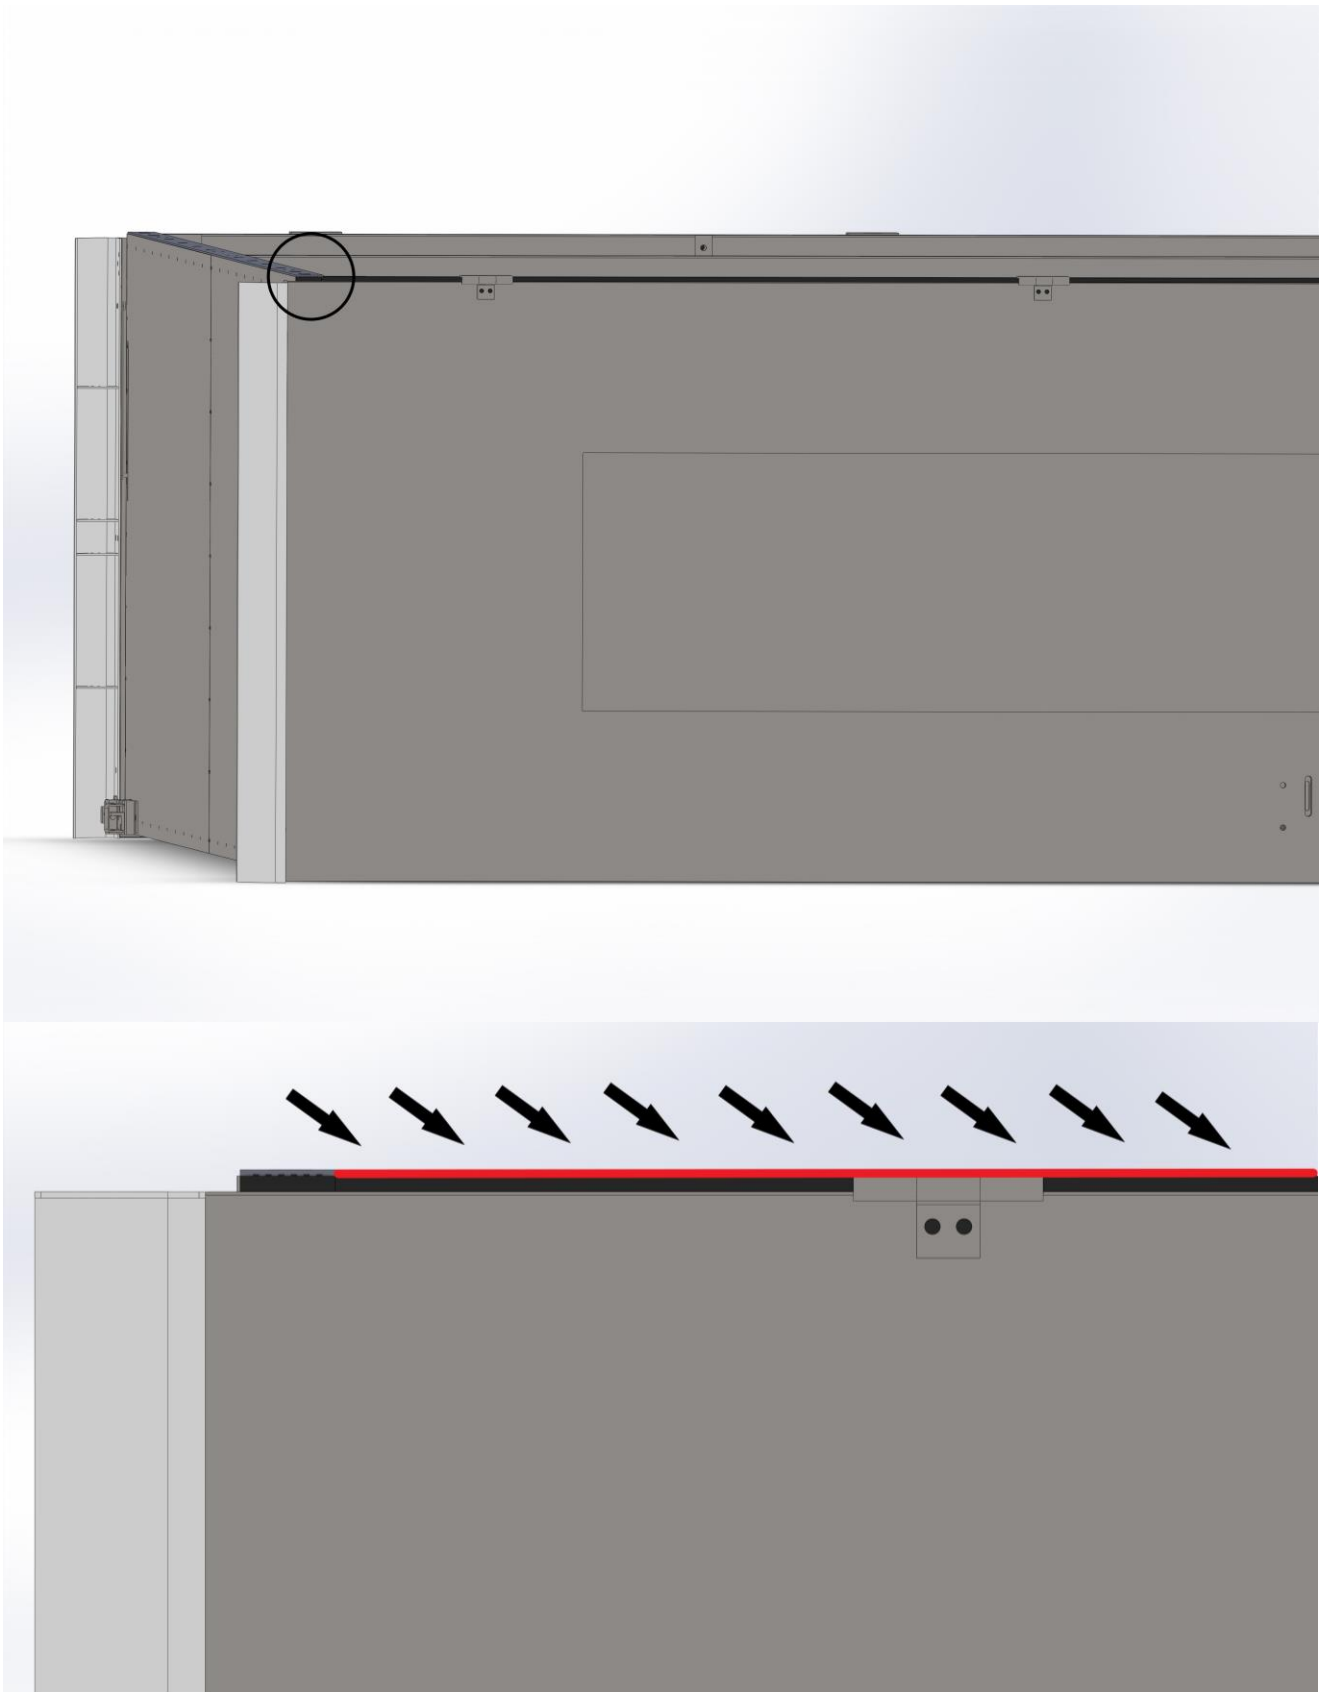

Рисунок 27
5.4 Нанесите герметик в образовавшийся зазор от кронштейнов боковых рам с лицевых сторон паллетного ящика (между днищем полуприцепа и паллетным ящиком) (см. рисунок 27).